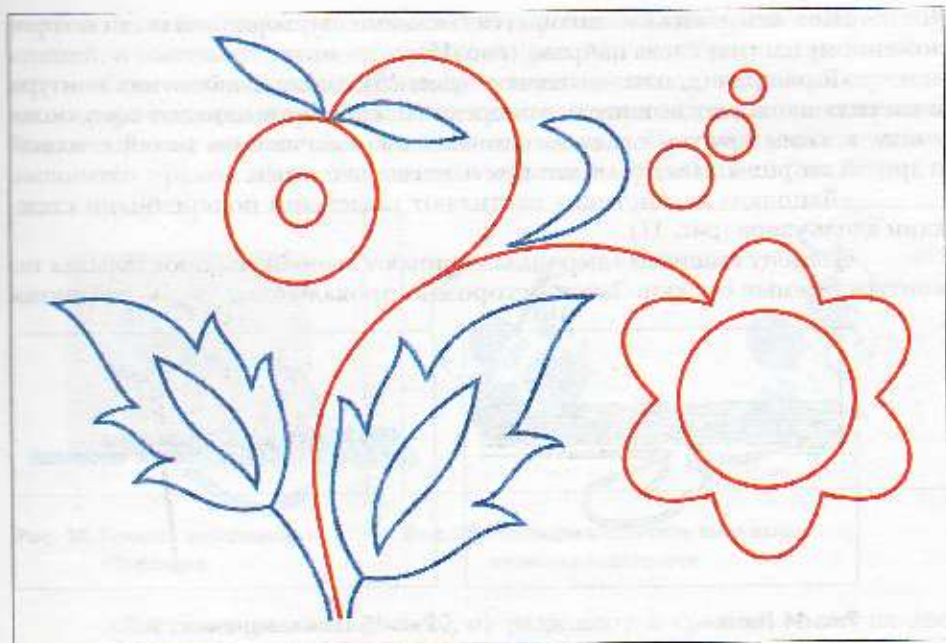

Рис. 13. Ветка
4. Переведите на ткань рисунок «Ветка» (рис. 13).